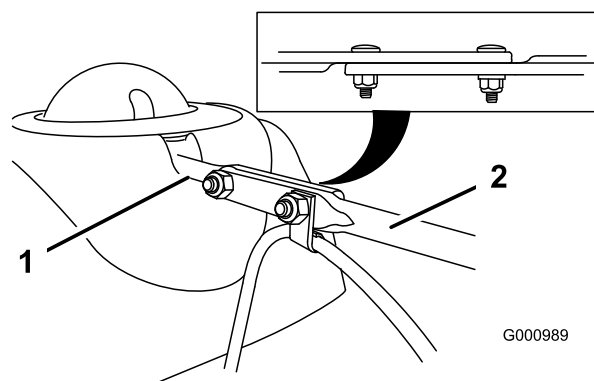

Figure 14
3. Alignez l'extrémité plate arrière de la longue tige d'orientation de l'éjecteur sur l'extrémité plate avant de la tige courte qui part du panneau de commande de façon à les engager l'une dans l'autre (Figure 14).